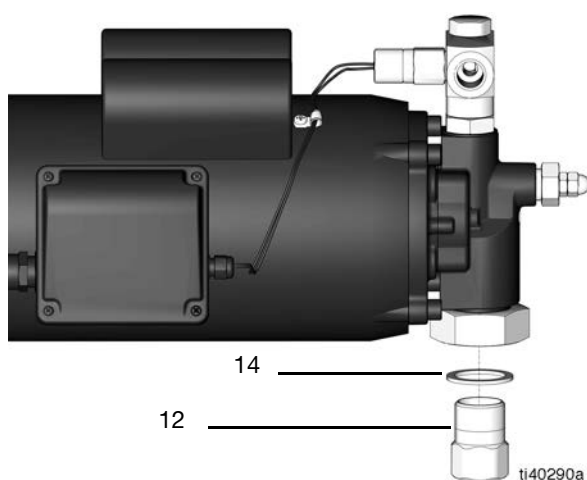

FIG. 8
5. Retirez l'ensemble du clapet anti-retour d'entrée (12) à l'aide d'une clé de 1 3/8 po. (FIG. 8).
6. Retirez le joint (14) (FIG. 8).
2. Placez le joint (14) (FIG. 8).
3. Mettez du ruban d'étanchéité pour filetage en PTFE sur le filetage de l'ensemble du clapet anti-retour d'entrée (12).
4. Insérez l'ensemble du clapet anti-retour d'entrée (12) et serrez-le à la main.